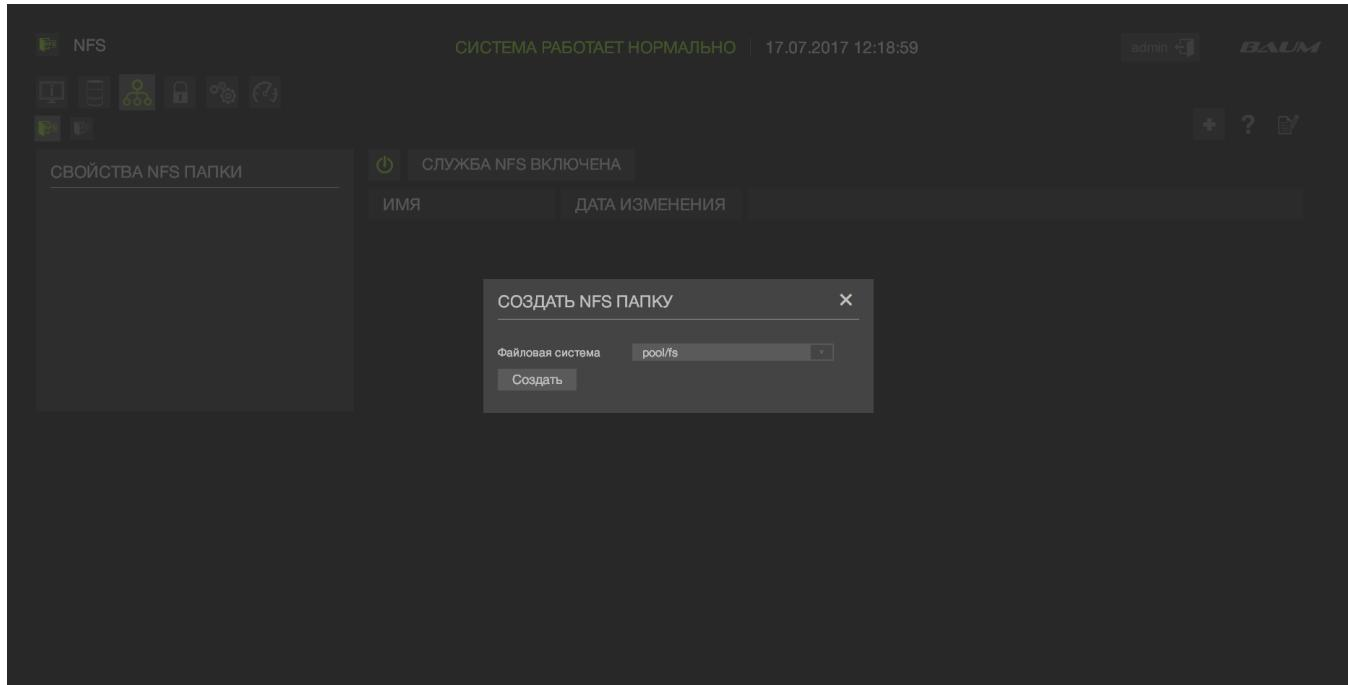

Рисунок 56 – Создание NFS папки
- 1) Перейти во вкладку «Протоколы» → «NFS» (см. Рисунок 56).